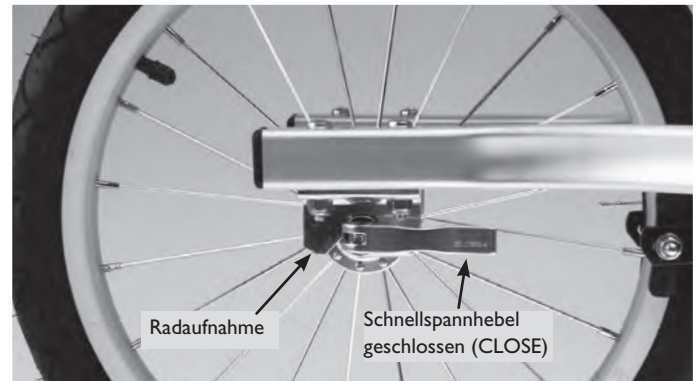

Abbildung 11
4. Der Schnellspannhebel ist mit den Markierungen OPEN (offen) und CLOSED (geschlossen) versehen. Öffnen Sie den Hebel, so dass der Schriftzug OPEN (offen) erkennbar ist. Richten Sie den Hebel so aus, dass er in der geschlossenen Position (CLOSED) zum Heck des Anhängers zeigt (s. Abbildung 11).